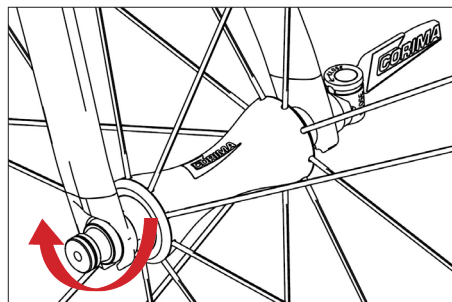

Figura 5
- Apriete la tuerca a mano (**Figura 5**).